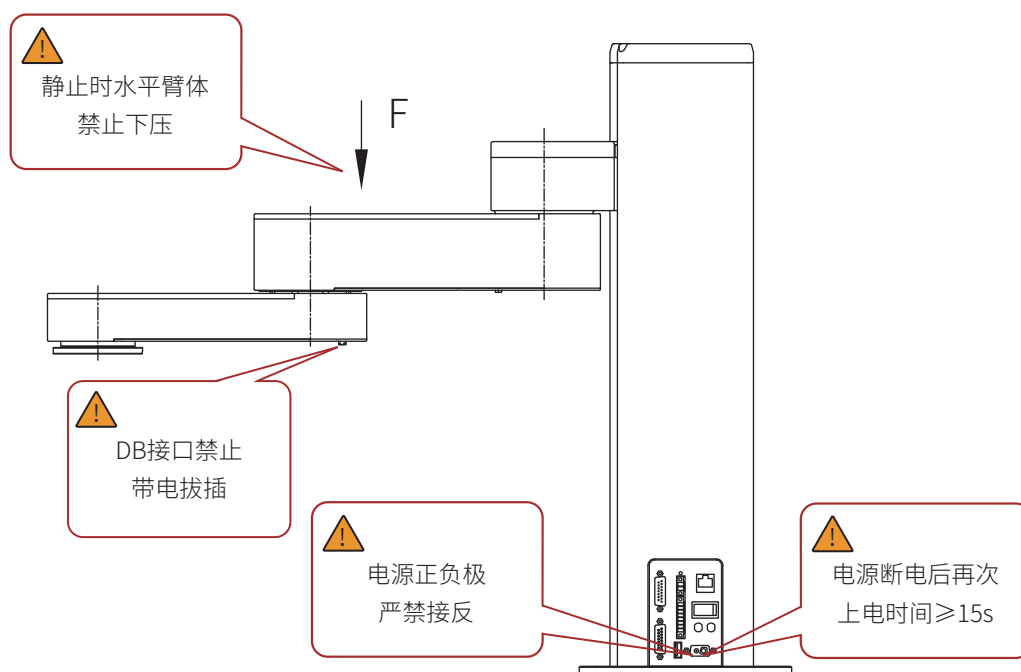

图 12
5. 带电拔插, 电源正负极接反警告 (图12所示)
6. 断电静止时水平臂体不能下压 (图12所示)